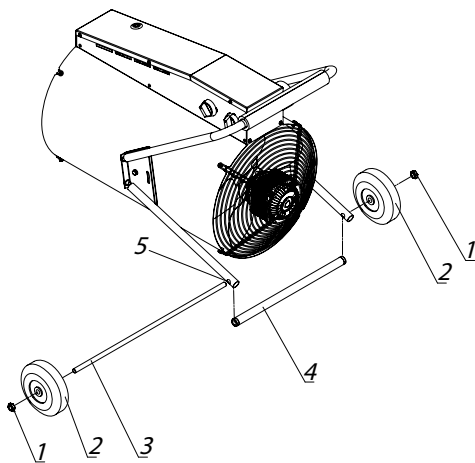

Рис. 3
Продеть ось (3) через отверстие в опоре (5) и декоративную трубку (4). Установить колеса (2) на ось (3) и закрутить самоконтращиеся гайки М10 (2 шт.) (1) (Рис. 3)